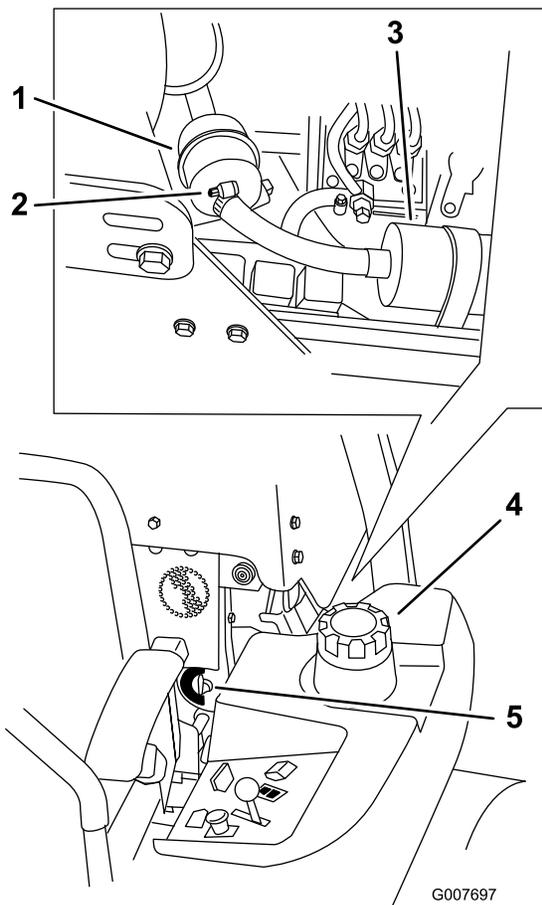

Bild 68
4. Schließen Sie den Kraftstoffhahn (Bild 68).
5. Lösen Sie die zwei Schlauchklemmen und schließen Sie die Kraftstoffleitungen vom Kraftstofffilter ab (Bild 68).
6. Bringen Sie einen neuen Filter an. Schließen Sie die Kraftstoffleitungen am Kraftstofffilter an und montieren Sie die zwei Schlauchklemmen (Bild 68).